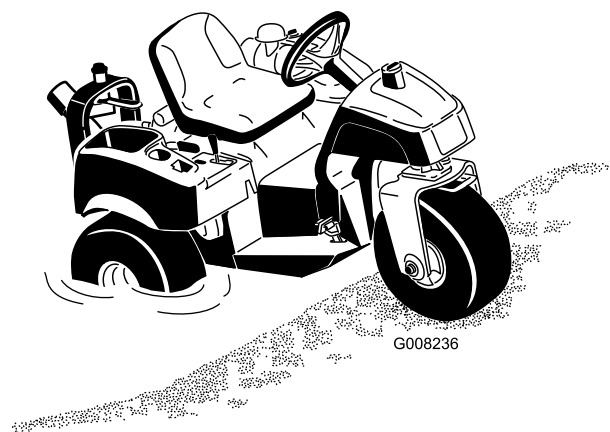

図 11
1. サンドプロを始動して、バックでゆっくりとバンカーの一番浅い部分に乗り入れる。サンドプロのホイールハブの高さ図 11 より深いところには乗り入れないこと。